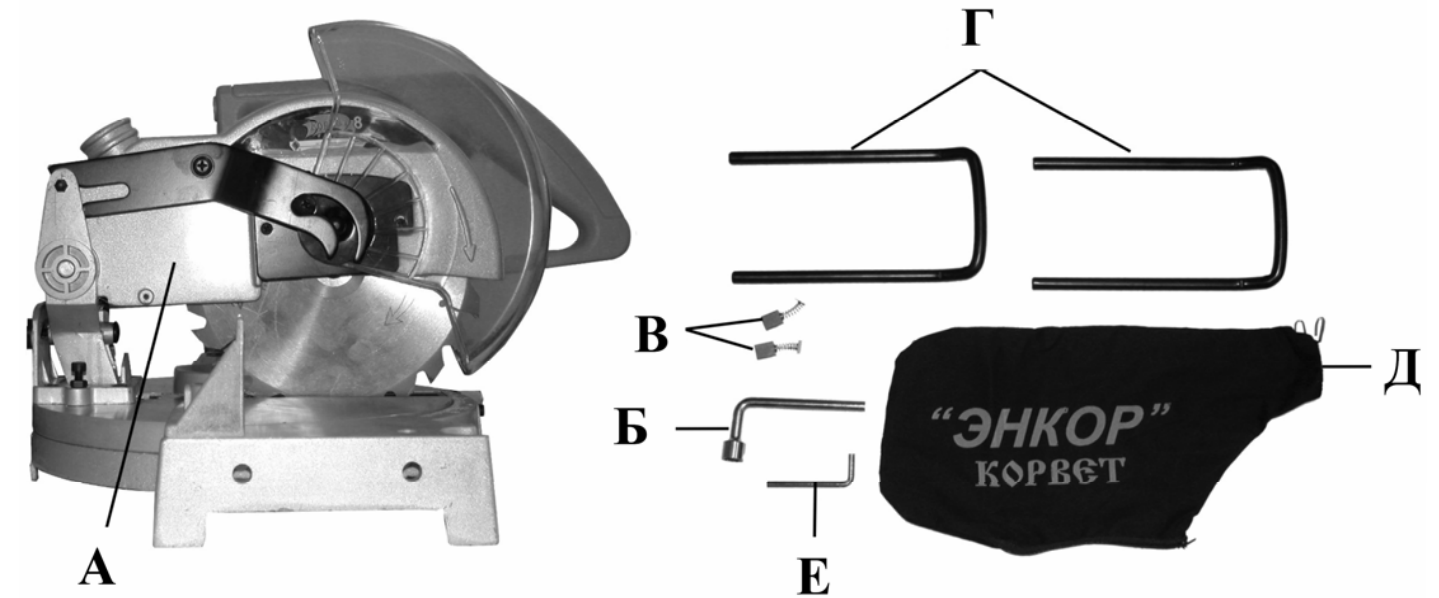

Рис. 1
4. КОМПЛЕКТНОСТЬ, Рис. 1
- исправность и подвижность защитного кожуха (6), Рис. 1;
- ручку фиксации угла наклона пилы (15), Рис.1, ручку фиксации поворотного стола (11), Рис.1 (должна быть затянута).